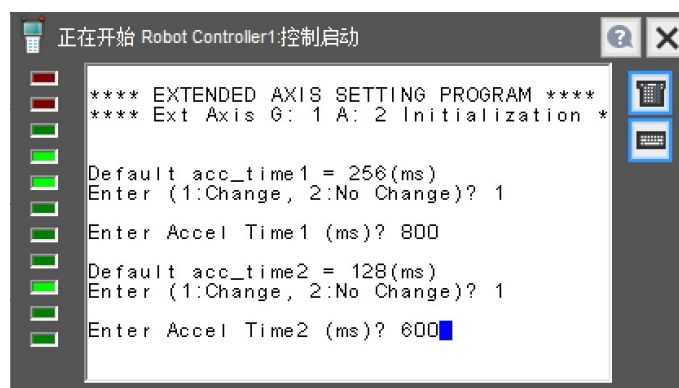

图 4.1.18
18) 在图 4.1.18 中选择减速时间 `acc_time2`，需要修改选择 1，不修改选择 2，选择修改的话，填入相应数值，点击 ENTER 键确认。